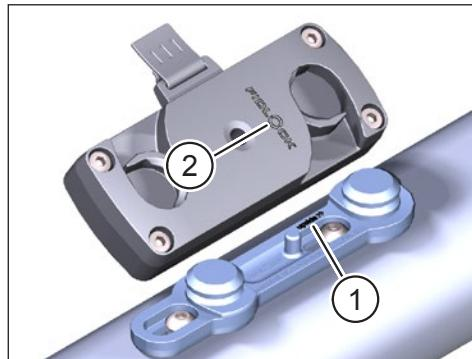

Fig. 2: Oriëntatie van FIDLOCK® Bike Base en FIDLOCK® Force Connector
- ▶ Let bij de montage op het opschrift „**upside >>**“ dat op de FIDLOCK® Bike Base is gegraveerd (Pos. 1 in Fig. 2). De bovenrand van het FIDLOCK® logo (Pos. 2 in Fig. 2) op de FIDLOCK® Force Connector moet in de richting van de pijl van „**ondersteboven >>**“ wijzen.